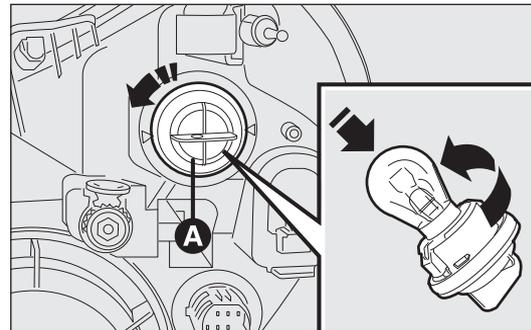

Abb. 178
- den Lampensockel A – Abb. 178 gegen den Uhrzeigersinn drehen und herausnehmen;